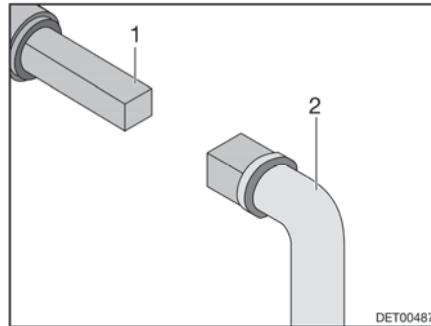

Bild 78 Bedienung Abwasserhahn
- Schlüssel (Bild 78,2) auf Vierkant (Bild 78,1) stecken.